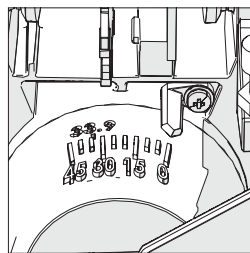

Fig. 7
- Se till att låshuvudet är upprätt, mot sin spärr och att avfasningspekaren indikerar 0° på skalan (**Fig. 7**).